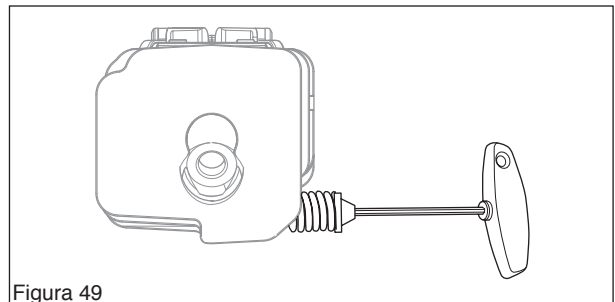

Figura 49
2. Desmontar el muelle del cilindro con una llave Allen de 5 mm. (Ver la figura 49)